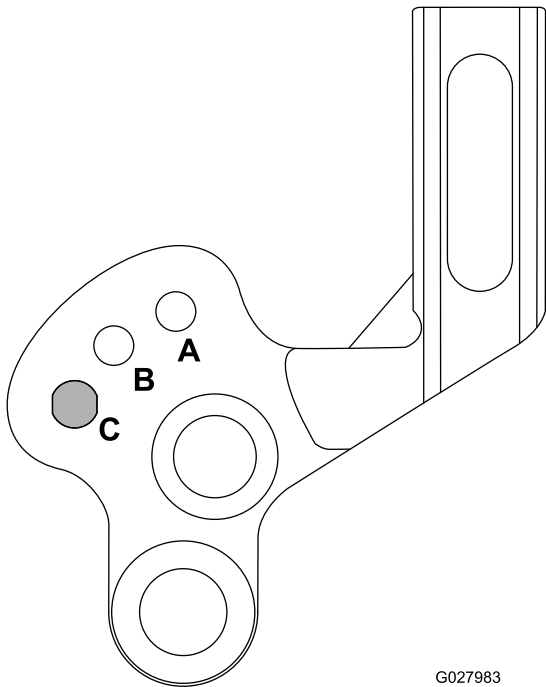

Figura 20
B. Ruotate i bracci in alto o in basso nella posizione A o B (Figura 20).
Se desiderate tosare senza groomer o dovete trasportare la macchina, sollevate il cilindro grooming nella posizione sollevata di trasporto, come illustrato in Figura 20.